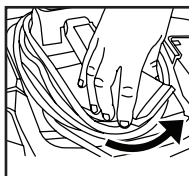

FIGURA 31
54. Para sacar el cable del soporte de enrollado, tome los laterales del soporte de enrollado posterior ubicado detrás de la manija, gire 180° en sentido contrario a las agujas del reloj hasta que la punta del soporte quede por encima de la manija. **FIGURA 31.**